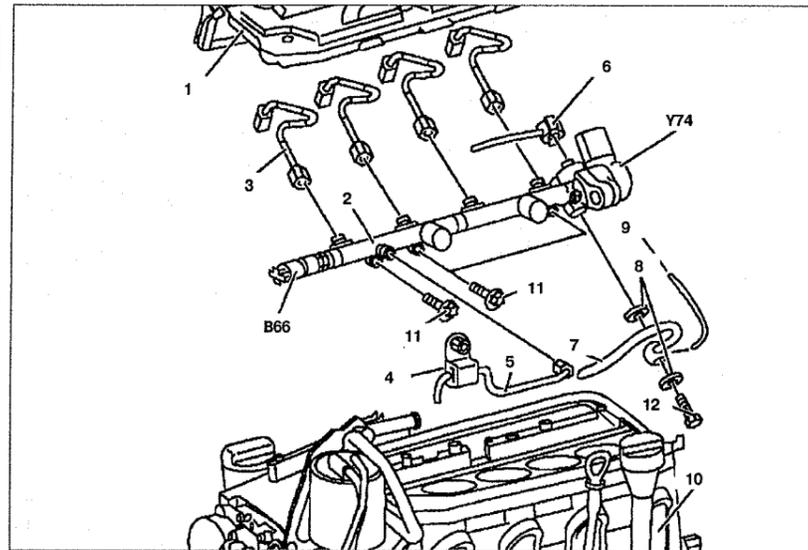

Рис. 5.64. Распределитель топлива:
3. Снимите декоративную панель крышки головки блока цилиндров 1 (см.рис.5.64).